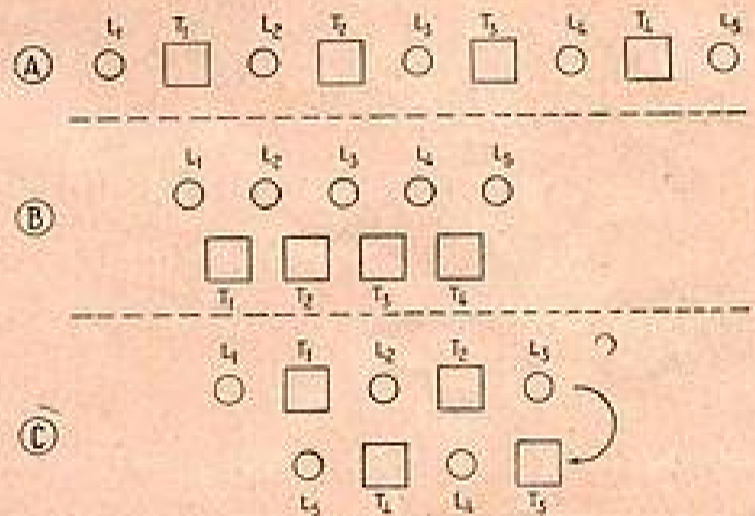

FIG. 4
**Règle 5.** — Les étages successifs d'un amplificateur MF doivent s'éloigner de plus en plus du premier étage. Le montage correct est celui de la figure 4-A. Des montages défectueux sont ceux des figures 4-B et 4-C. Sur ces figures L sont les lampes et T les transformateurs.
La plus mauvaise disposition est celle de la figure 4-C qui donne lieu à une instabilité (accrochages) due au rapprochement des deux extrémités de l'amplificateur MF.